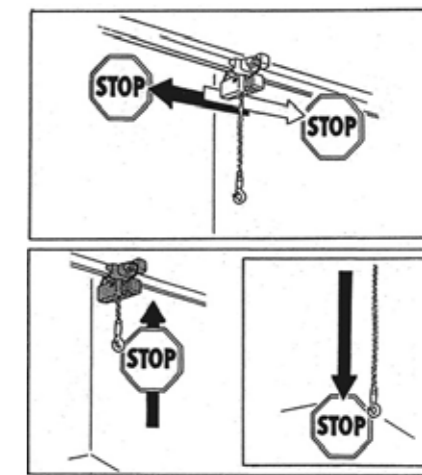

fig.45
14. Verificare l'efficienza dei finecorsa di traslazione e di salita e discesa, se presenti, facendo compiere al paranco senza carico un arresto automatico in tutte le direzioni. (fig.45)